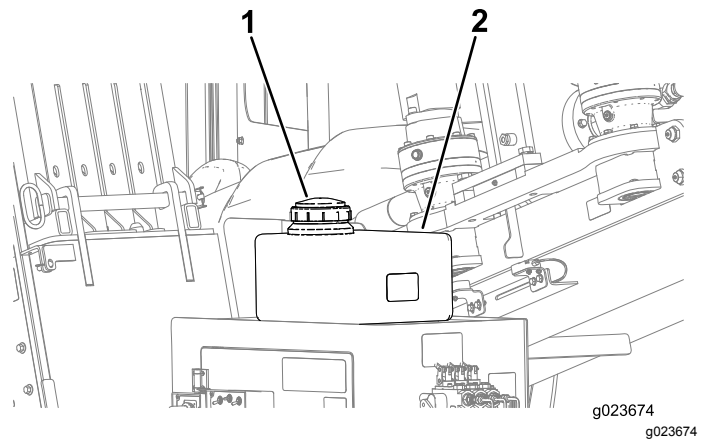

**Bild 129**
- C. Nehmen Sie den Deckel vom Frostschutzmittelbehälter der Bohrflüssigkeitspumpe ab (Bild 129).
- D. Stellen Sie sicher, dass der Behälter mit Frostschutzmittel gefüllt ist (Bild 129).
- D. Füllen Sie nach Bedarf Frostschutzmittel in den Behälter (Bild 129).
5. Schrauben Sie den Deckel auf den Frostschutzmittelbehälter auf (Bild 129).